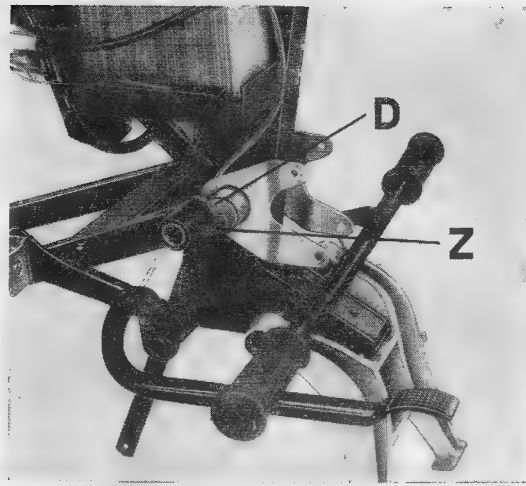

Bild 15. Motorschuhe durch Druckring (D) und Zugspindel (Z) mit Gewinde M 6 axial zusammengedrückt, Hinterradschwinge aufgeschoben
- Motorschuhe mit Hilfe der Druckringe axial auf die Länge des Rahmenlagerrohres zusammendrücken (siehe Bild 15).